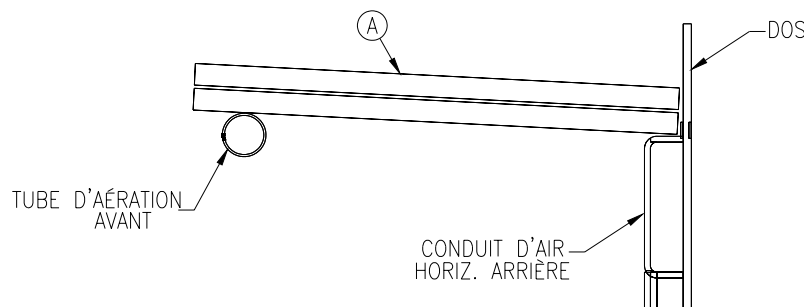

Figure 3.2 Installation et démontage du déflecteur
1. Installez les panneaux (A) du déflecteur au-dessus du tube d'aération avant auxiliaire et du conduit d'air arrière horizontal, l'un sur l'autre, la partie mesurant 9,60" étant placée à l'avant de l'encastable (voir la Fig. 3.2). Il convient ensuite de les pousser à fond soit vers la gauche soit vers la droite.